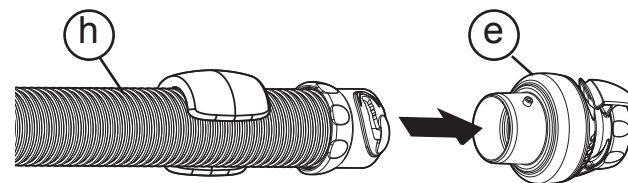

Figura 6
1. Conecte la válvula del regulador de caudal (e) a la manguera principal (h). La manguera principal es la sección de la manguera con flotador de espuma prearmado (figura 6).